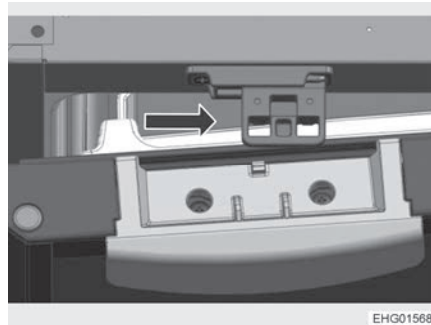

Bild 113 Verschlusseinrichtung
- Verschlusseinrichtung nach rechts schieben (Bild 113, Pfeil).